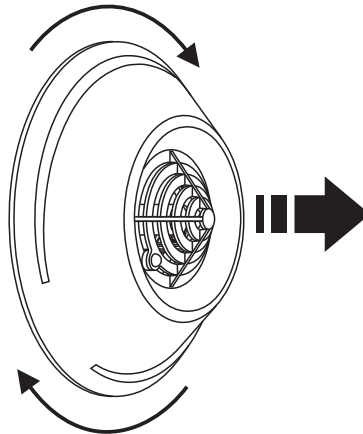

Abbildung 2. Öffnen des Gehäuses.
1. Öffnen Sie das Gehäuse gemäß Abbildung 2.